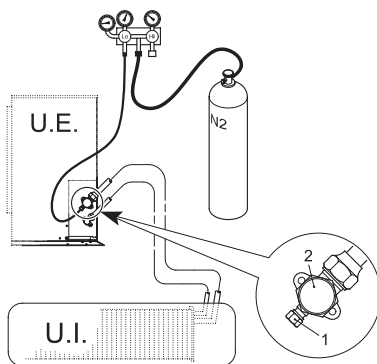

fig. 21 -
- Com as válvulas de serviço da unidade externa completamente fechadas, remova a tampa da tomada de serviço (1 - "fig. 21 -") e o tubo de enchimento (2 - "fig. 21 -") da válvula de gás (a maior)